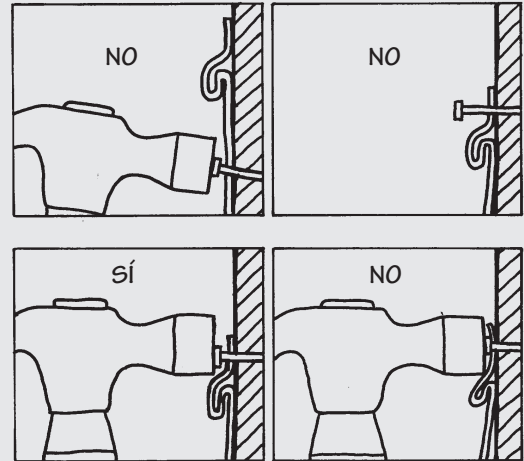

Figura 16.
- No clave la cabeza del sujetador ajustadamente contra el dobladillo de clavado del revestimiento. Deje un espacio libre aproximadamente de 1/32" (0.8mm) (aproximadamente el espesor de una moneda de diez centavos de dólar [dime]) entre la cabeza de fijación y el vinilo. **Si los clavos, tornillos o grapas comprimen el revestimiento vinílico puede ser que éste se distorsiona y hunda con los cambios de temperatura (Figura 16).**